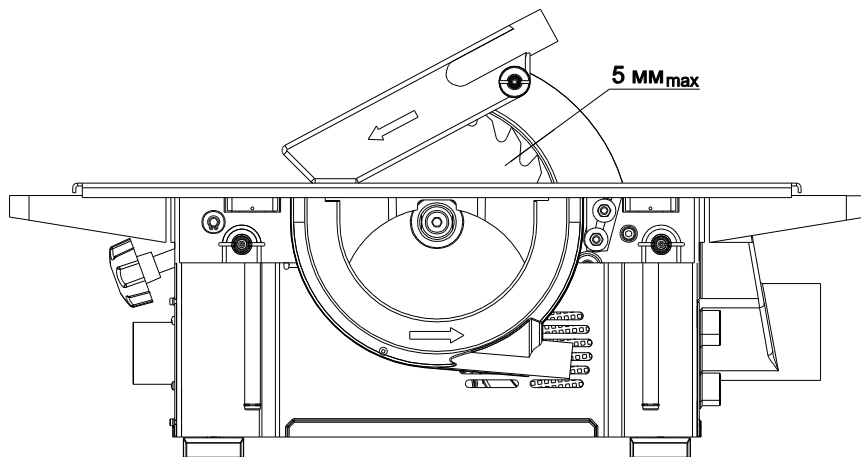

Рисунок 7. Приспособление
- с радиальным расстоянием между расклинивающим ножом и зубчатым венцом пильного диска не более 5 мм (рис. 7), что достигается перемещением расклинивающего ножа по наклонному пазу. После установки фиксируется гайками 134.